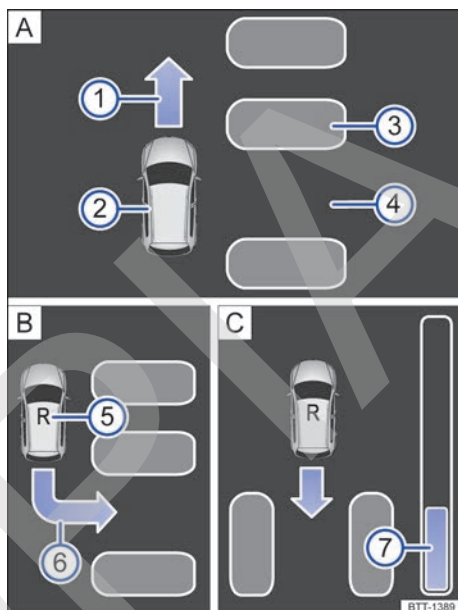

Fig. 110 En la pantalla del cuadro de instrumentos: aparc en batería. **A** Buscar un hueco de aparcamiento. **B** Posición para aparc. **C** Maniobrar.
Leyenda de la **fig. 110** (modo de aparcamiento en batería marcha atrás):
- El hueco habrá sido considerado “apropiado” cuando la indicación de engranar la marcha atrás → **fig. 110** ⑤ **B** se muestre como indicación para aparcar. Engrane la marcha atrás.
- Frene cuando suene una señal acústica indicando cambiar de dirección, se ilumine la flecha → **fig. 110** ① **A**, se encienda el símbolo blanco **S** o se muestre un mensaje.